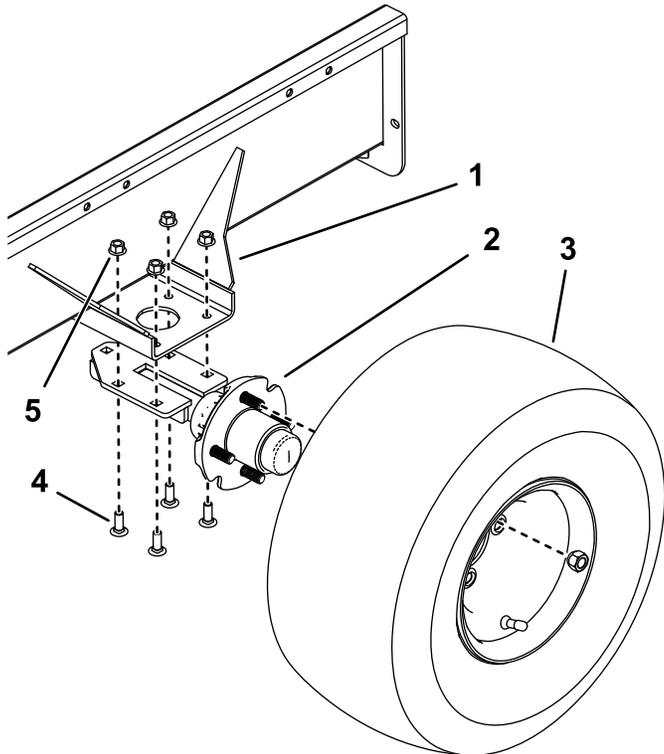

图2
- 使用 4 个托架螺栓和 4 个锁紧螺母将轴安装到拖车底板两侧安装支架的底侧。如 图2 所示放置轴、托架螺栓和螺母。
- 使用 4 个车轮螺母将车轮总成安装至各个轮毂 图2。上将螺母扭矩至 108.47N·m。将轮胎充气至 0.34bar。